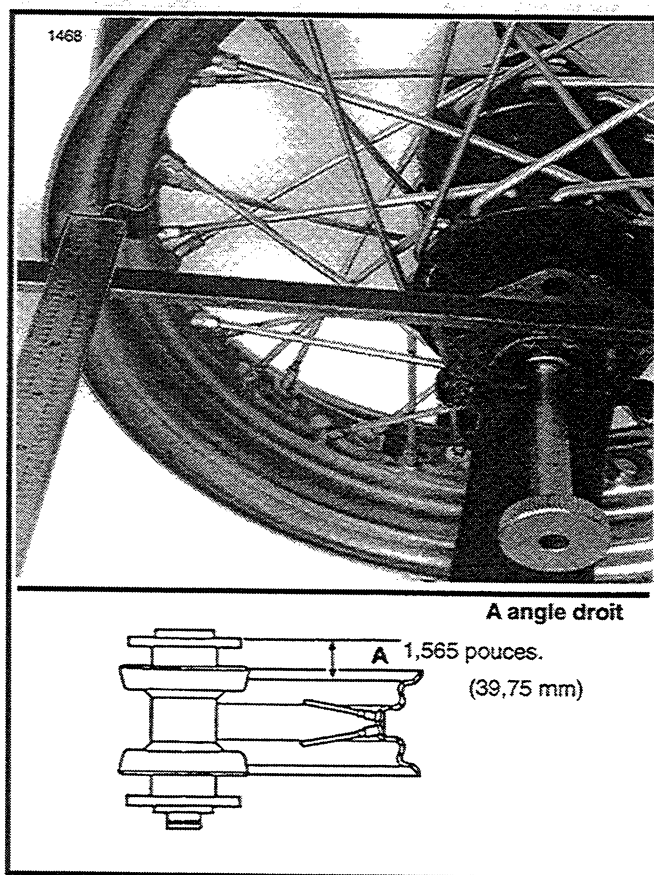

Figure 2-15. Centrage d'une roue de 16 po. (40 cm)
4. Voir Figures 2-15, 2-16. Le moyeu doit être centré latéralement dans la jante. Placez une règle sur le rebord du disque de frein du moyeu et alignez-la avec l'un des groupes de rayons repéré. Mesurez la distance entre la règle et le bord de la jante, comme sur la photo. Cette distance doit être la même des deux côtés de la roue. Dans le cas contraire, desserrez et resserrez, en fonction du résultat
Voir Figures 2-15 et 2-16. La distance « A » doit être maintenue pour assurer le centrage de la roue sur la moto.
10. Voir Figures 2-15, 2-16. Vérifiez la distance A. Si elle n'est pas dans les tolérances, recentrez la roue.